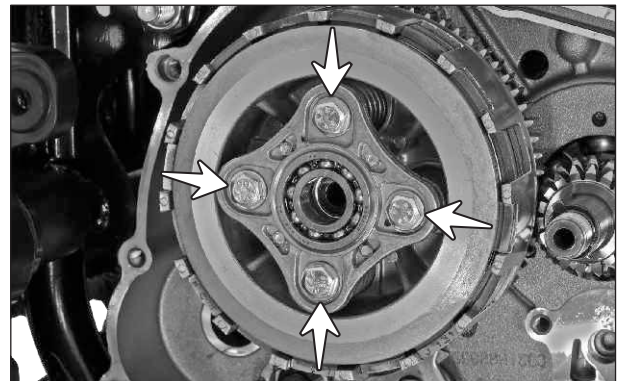

Fig. 3.9
- Retire los 4 tornillos hexagonales (M6x25) de la platina del porta resortes. (Fig. 3.9)